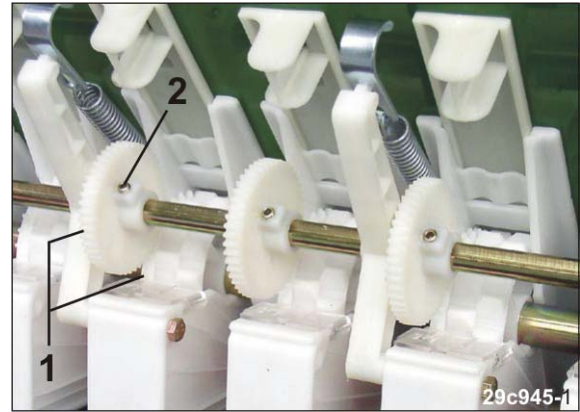

Fig. 231
13. Die Zähne (Fig. 231/1) von Antriebsritzel und Fahrgassenfeinsärräder in Eingriff bringen.